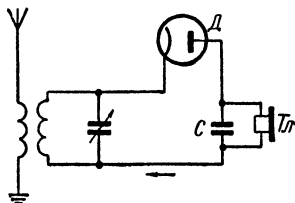

Рис. 39. Диод  $D$  выпрямляет высокочастотные модулированные колебания, благодаря чему они слышны в наушниках  $T$ .
Л. — Итак, вместо того, чтобы соединить с зажимами колебательного контура непосредственно наушники, мы включим последовательно с ними диод (рис. 39). В этом случае модулированное напряжение высокой частоты (рис. 40, а) создаст в цепи диода  $D$  и телефонных наушников  $T$  ток только одного направления (рис. 40, б). Без диода мы имели бы импульсы высокой частоты, идущие поочередно в противоположных направлениях. Бла-
**Л.** — Услышим, но при условии сглаживания этих импульсов перед подачей их на наушники. Для этого параллельно наушникам мы присоединяем конденсатор  $C$  небольшой емкости (см. рис. 39), который будет заряжаться в большей или меньшей степени импульсами модулированного тока и разряжаться через обмотку наушников. Заряд будет больше или меньше в зависимости от амплитуды импульсов. Отсюда следует также и то, что разрядный ток (рис. 40, в), который пройдет через наушники, и будет настоящим током низкой частоты.